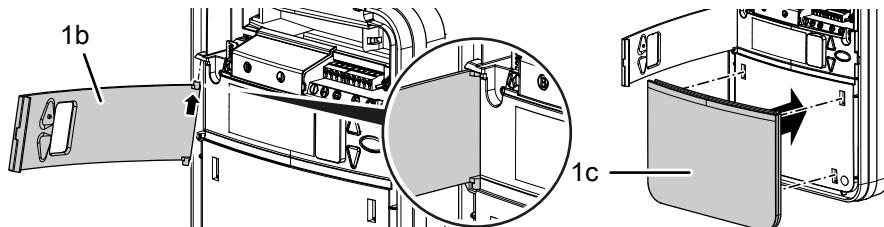

Abb. 7: Montage der Bedienklappe
Stecken Sie das Gleitstück (19) auf das Laufschienenprofil, schieben Sie es in die hintere Öffnung am Motorkopf (2) und schrauben Sie es mit der Schraube (14) fest (Abb. 7).